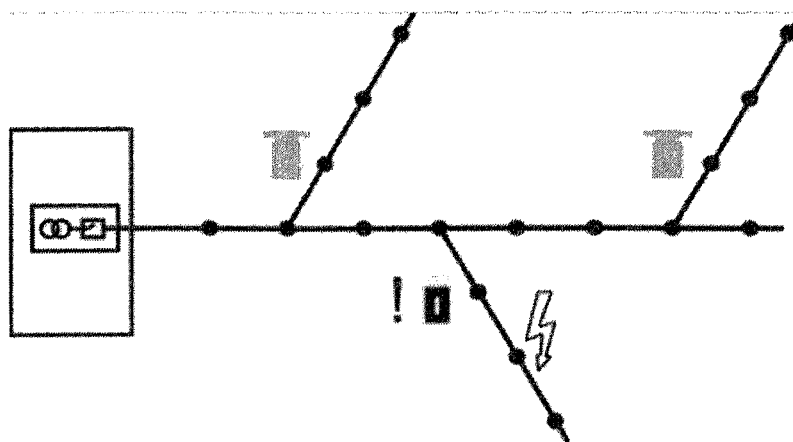

Рисунок 4 - Установка ИКЗ на ВЛ с короткой магистралью и длинными ответвлениями
- на линии с короткой магистралью и длинными ответвлениями индикаторы устанавливаются на ответвлениях вблизи мест разветвления (рисунок 4);